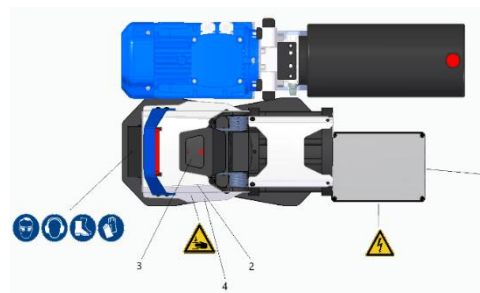

Bild 1: Sicherheitslayout
Die Maschine ist mit folgenden Sicherheitseinrichtungen ausgerüstet. Die Realisierung erfolgt in einer eigenen Sicherheitssteuerung, in Bild 1 sind die Sicherheitseinrichtungen bildlich dargestellt:
An der Maschine sind zur Warnung vor Restrisiken, die konstruktiv nicht zu beseitigen sind, Warnschilder montiert, in Bild 1 sind die Positionen dieser abgebildet:
Das Typenschild (4) (siehe Bild 3) zur Kennzeichnung der Maschine befindet sich auf der Kettenschere (siehe Bild 1).